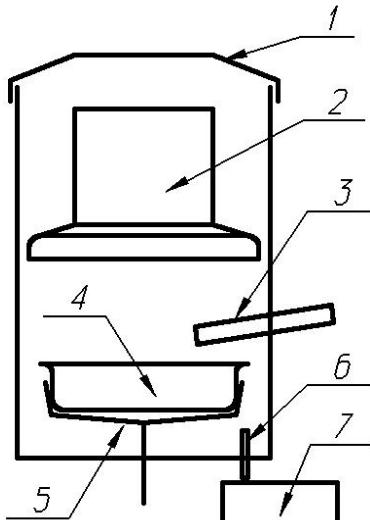

Рис. 2 Камера сгорания
- снять крышку 1(рис.2), вынуть дефлектор 2, вытянуть маслопровод 3 и извлечь тарелку 4 с помощью ухвата и седло 5 с помощью скребка.
Очистка маслопровода 3 (рис.2) может осложниться его полной закоксовкой. В этом случае нужно вынуть маслопровод, сняв с него шланг и пройти его сверлом 8 мм, лучше перфоратором.